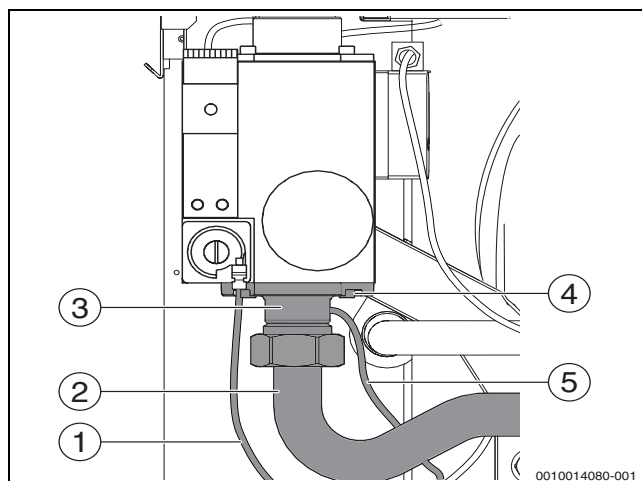

Рис. 25 Демонтаж диафрагмы
- ▶ Проверьте правильное расположение линий для измерения компенсации [1] и давления газа на выходе [5] (→ рис. 25 и 75, стр. 70).